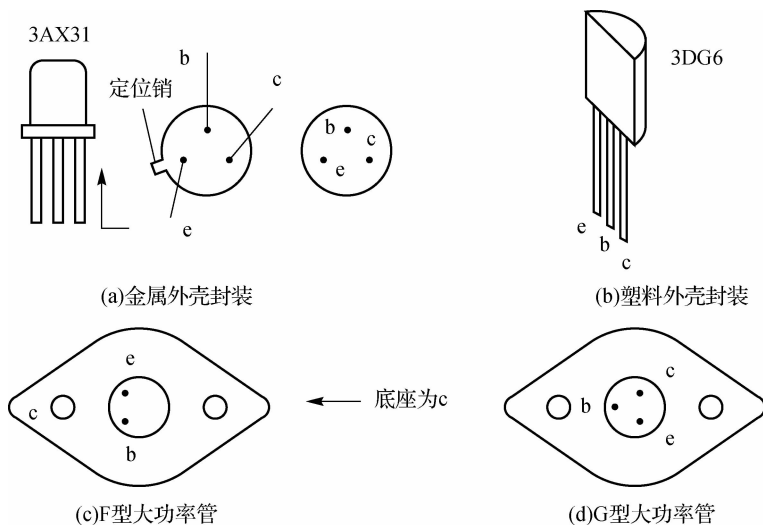

图 3-7 晶体管极性(管脚)的识别
(1) 管脚的判别。从外观识别晶体管电极(管脚),有些金属外壳封装的小功率晶体管,如果管壳上带有定位销,那么将管底朝上,从定位销起,按顺时针方向,三根电极依次为 e、b、c;如果管壳上无定位销,且三根电极在半圆(或等腰三角形)内,将有三根电极的半圆置于上方,按顺时针方向,三根电极依次为 e、b、c,如图 3-7(a)所示。有些塑料外壳封装的小功率晶体管,面对平面,三根电极置于下方,依次为 e、b、c,如图 3-7(b)所示。对于大功率晶体管,外形一般为 F 型和 G 型两种,如图 3-7(c)所示。F 型管从外形上只能看到两根电极,将管底朝上,两根电极置于左方,则上为 e,下为 b,底座为 c。G 型管的三个电极一般在管壳的顶